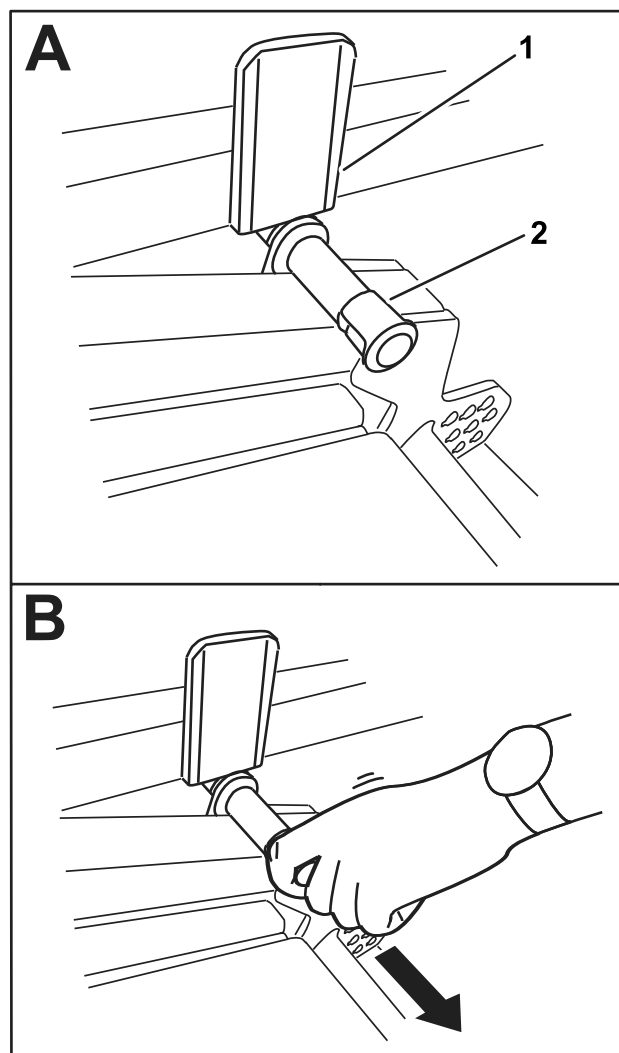

Figura 39
2. Ruotate lentamente l'apparato di taglio verso il basso sinché il perno non entra a contatto con la piastra del braccio di sollevamento (A nella Figura 39).
3. Esercitate una pressione sull'apparato di taglio con il piede, quindi estraete il perno (B nella Figura 39) per consentire all'apparato di taglio di stabilizzarsi nella posizione TRASPORTO.